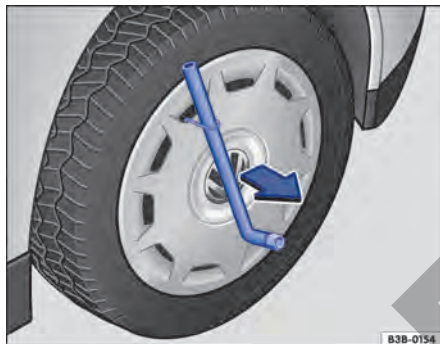

Fig. 200 Desmontar el tapacubos integral.
- Introduzca la llave de rueda por el gancho de alambre → fig. 200 y tire del tapacubos en el sentido de la flecha.